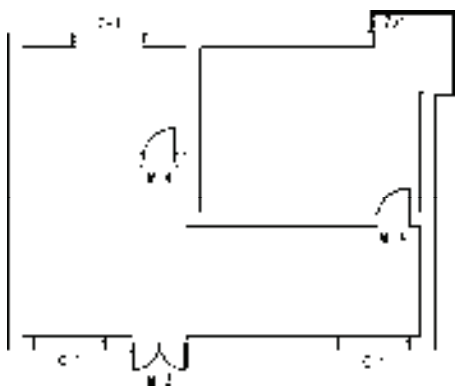

图 5-28 创建转角窗
4) 按〈Enter〉键，即可完成转角窗的创建，如图 5-28 所示。